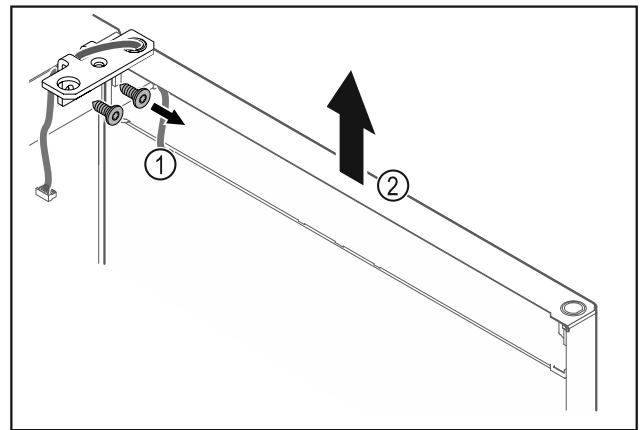

Fig. 25
- ▶ 拧下合页角铁 Fig. 25 (1)。
- ▶ 将冰箱门连同合页角铁一起笔直向上提升 Fig. 25 (2)大约200 mm 并取下。